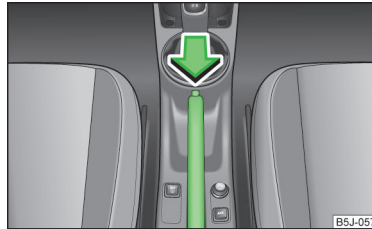

Abb. 87
- Den Handbremshebel etwas hochziehen **und gleichzeitig** den Sperrknopf » Abb. 87 hineindrücken.